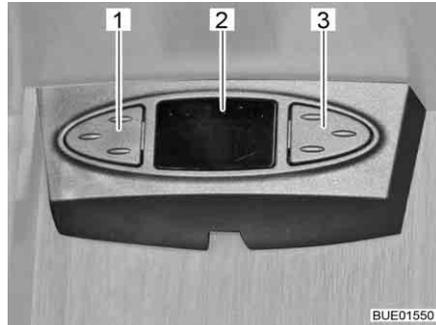

Fig. 60 Mouse satellitare
A seconda del modello l'impianto satellitare è equipaggiato con un mouse satellitare. Il puntatore (Fig. 60,2) del mouse satellitare indica il canale impostato. I due tasti permettono di controllare le funzioni base dell'impianto satellitare (cambio emittente, accensione/spegnimento).
- Selezionare l'emittente precedente dall'elenco delle emittenti: Premere il tasto di sinistra (Fig. 60,1).
- Selezionare l'emittente successiva dall'elenco delle emittenti: Premere il tasto di destra (Fig. 60,3).
- Passaggio tra radio e TV: Premere brevemente e contemporaneamente i tasti (Fig. 60,1 e Fig. 60,3).
- Accensione/spegnimento del ricevitore: Premere contemporaneamente e tenere premuti i tasti (Fig. 60,1 e Fig. 60,3).